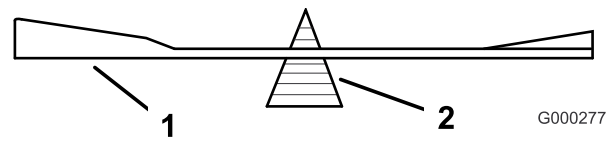
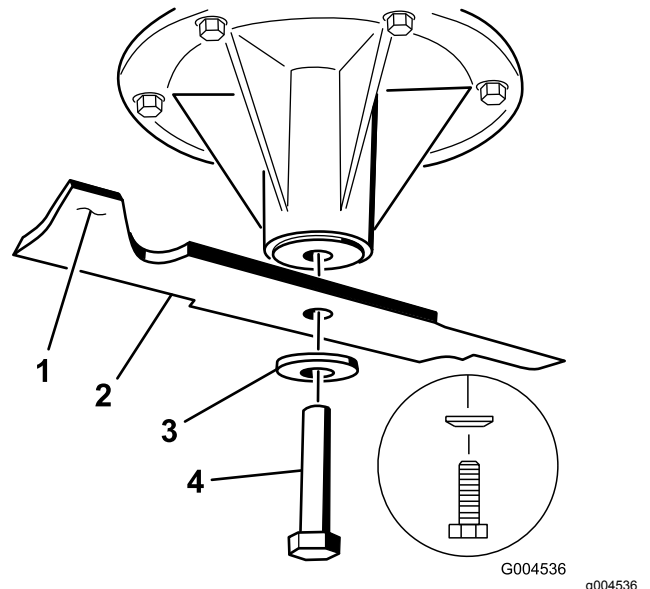

Figura 81
Figura 82
2. Togliete il bullone, il disco elastico e la lama dall'asse del fusello (Figura 82).
2. Controllate l'equilibrio della lama posizionandola su un bilanciatore (Figura 81). Se la lama rimane in posizione orizzontale, è bilanciata e può essere utilizzata. Se la lama non è bilanciata, limate del metallo soltanto dalla costa (Figura 82). Ripetete la procedura finché la lama non è perfettamente bilanciata.
1. Montate la lama sull'asse del fusello (Figura 82).
2. Montate la rondella curva e il bullone della lama. La parte sporgente della rondella curva deve essere rivolta in verso la testa del bullone (Figura 82). Serrate il bullone della lama tra 115 e 149 N·m.